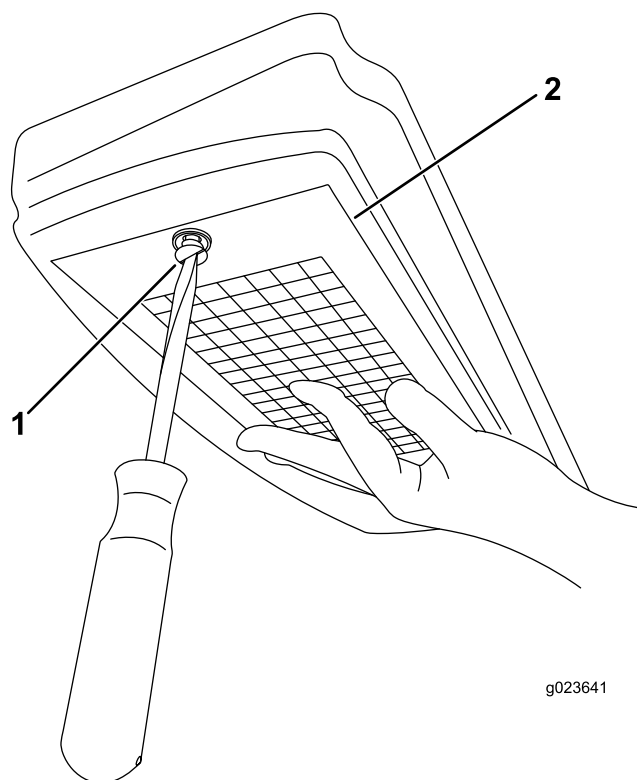

Рисунок 132
3. Отверните винт и снимите крышку воздушного фильтра (Рисунок 132).